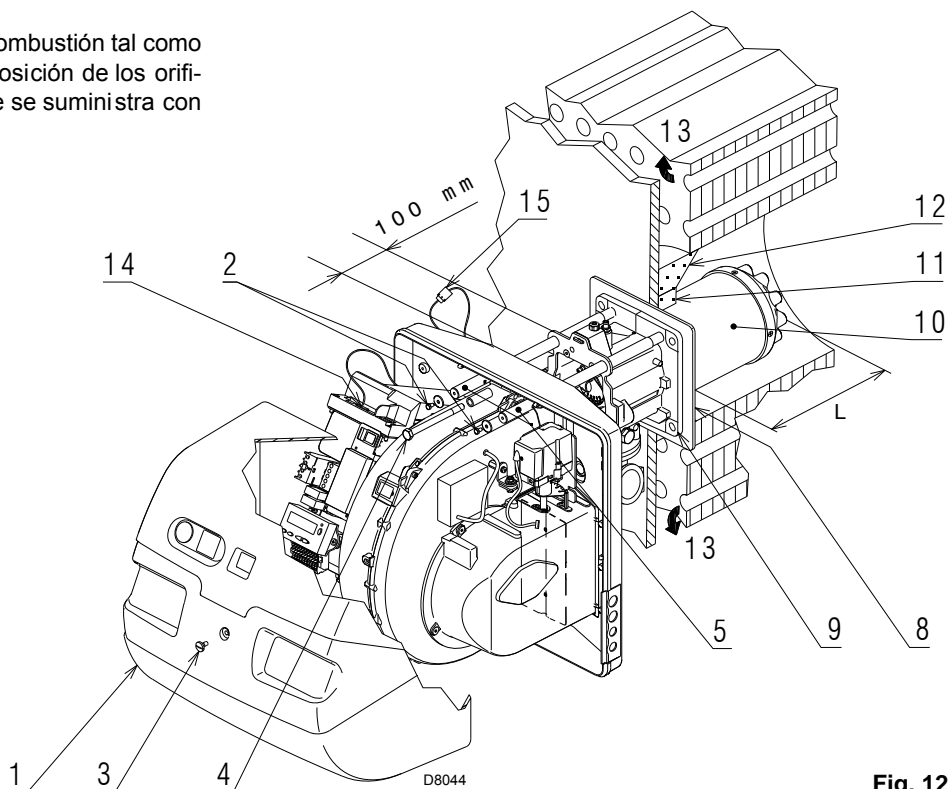

Fig. 12
Para calderas con paso de humos delantero (13), realizar una protección de material refractario (11), entre el material refractario de la caldera (12) y el tubo de llama (10). Esta protección debe permitir el desplazamiento del tubo de llama. Véase Fig. 12.
Luego separar el cabezal de combustión del resto del quemador, Fig. 12.
Fijar la brida 9)(Fig. 12) a la placa de la caldera, intercalando la junta aislante 8)(Fig. 12) suministrada.
- volver a montar el quemador en las guías 3) aproximadamente a 100 mm del manguito 4) - quemador en la posición ilustrada en la Fig. 12;
- conectar el conector macho del servomotor 14)(Fig. 12) y enroscar el anillo pasacable 15)(Fig. 12);